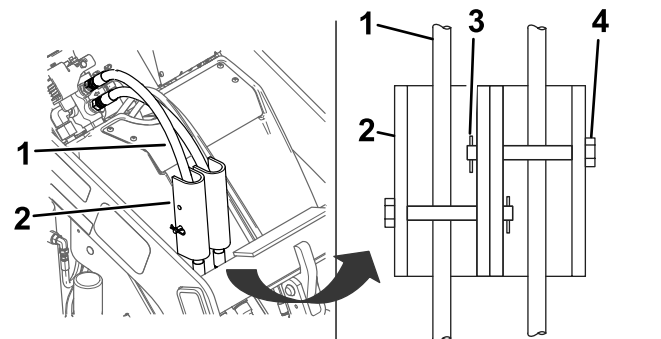

Figura 26
7. Instalăm elementele de blocare cilindru peste furtunurile hidraulice și fixăm-le cu tifturile cu cap și gaură pentru cui spintecat și cuielile spintecate (Figura 26).